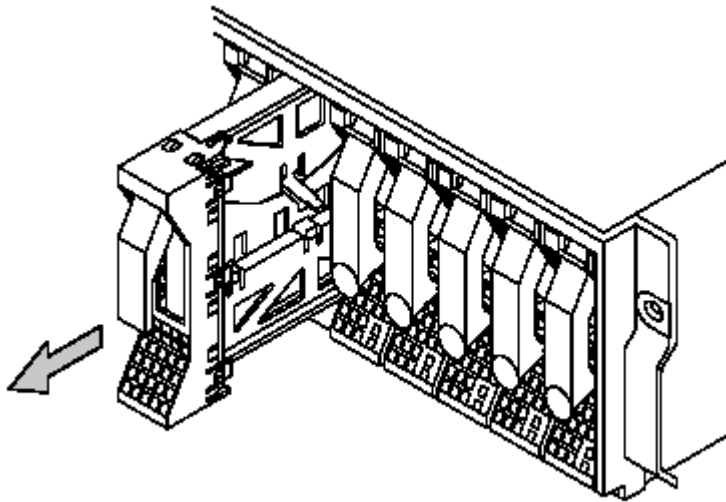

图 2-6 取出磁盘槽位前面板
8. 若操作者希望移去未安装磁盘的硬盘槽位前面板。请参考图 2-6 进行操作。可以通过硬盘槽位前面板提供的指孔取出该模块，向外拉动，直到硬盘槽位前面板被全部移去。